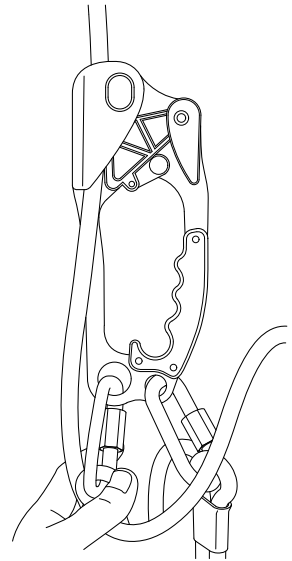

FIG. 3
- 4 Libere el brazo de resorte y asegúrese de que la cuerda ha quedado retenida en la posición correcta (Fig.3)